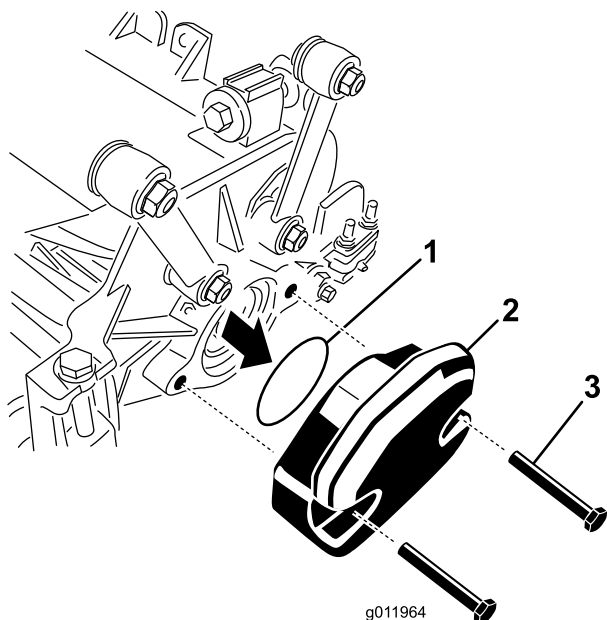

Figura 6
1. En la unidad de corte número 3, retire los 2 tornillos de caperuza que fijan el contrapeso al extremo izquierdo de la unidad de corte y retire el contrapeso (Figura 6).